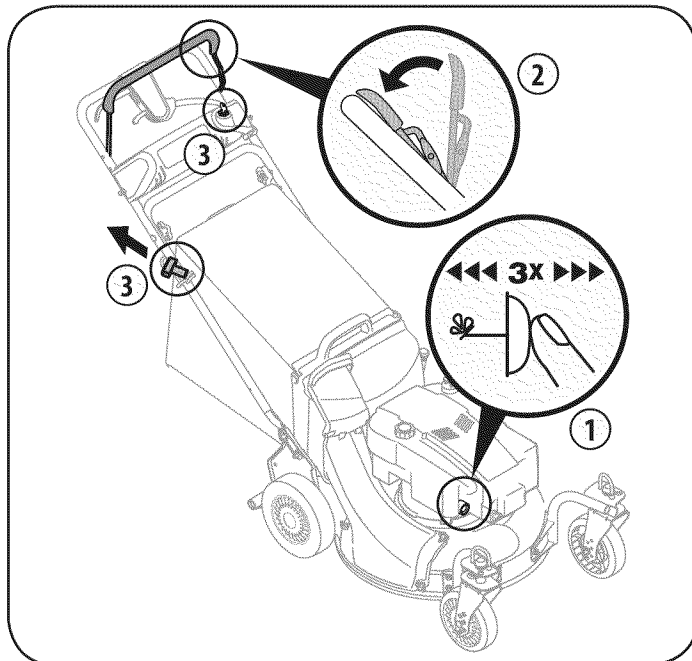

Figura 10
3. Presione el botón del cebador 3 veces. En días calurosos, si el motor está caliente no lo debe para volver a arrancar luego de una detención breve. Vea la Figura 10.
4. Parado detrás de la cortadora de césped, presione el control de la cuchilla y sosténgalo contra la barra de control superior. Vea la Figura 10.